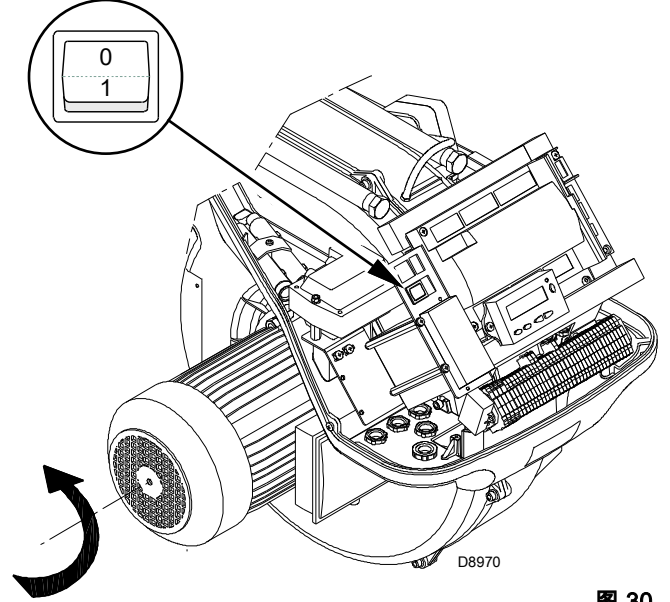

图 30
闭合温控器 / 压力开关，旋转开关图 30 至位置“1”。
所以燃烧器启动后，应到风机马达的冷却风扇前方检查确认其旋转方向为逆时针。见图 30。
- 将开关图 30 置于位置“0”，并等待控制器执行停机程序；
燃烧器处于热需求等待模式，或选择器“0-1”(图 30 页 34) 在位置“0”。
使用选择器“0-1”（图 30 页 34）燃烧器不会立即停机，但停机阶段已被激活。